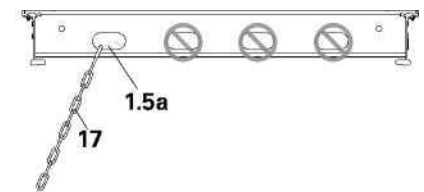

Fig. A10.07
Fixar a corrente (17) na primeira ranhura (1.5a) fornecida na falha ao externo C do painel. (1) (Fig. A10.07)